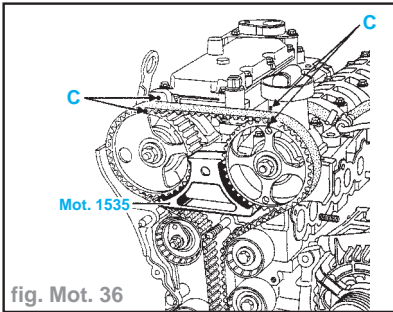

fig. Mot. 36
- Mettre en place l'outil de blocage **Mot. 1535** des poulies des arbres à cames, et le fixer avec une vis de carter (fig. Mot. 36).